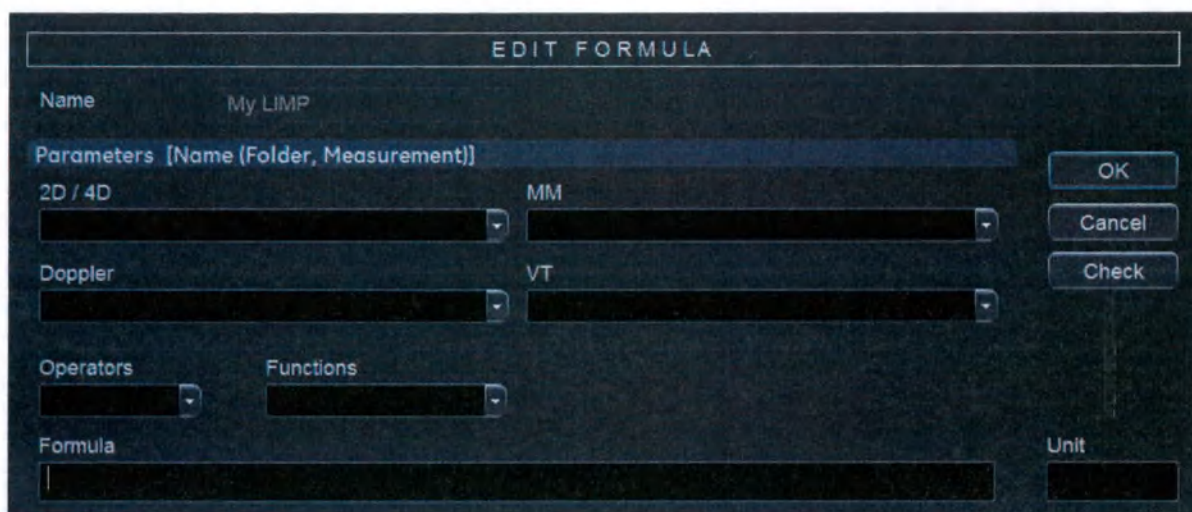

Рис. 12-18. Окно редактирования формулы
1. Составляя формулу, введите единицу измерения, в которой будет отображаться результат расчета по этой формуле. Например, если Y в формуле $Y=f(x)$ должен отображаться в сантиметрах, введите "cm" в поле *Unit* (Единица измерения) (см. Рис. 12-18 на стр. 12-37).